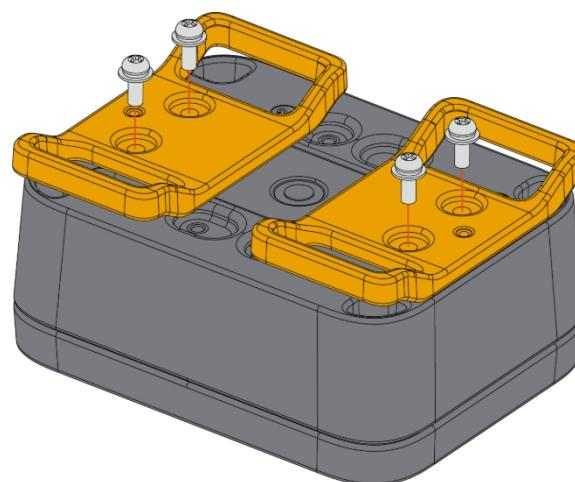

Abbildung 31: Befestigung der Gürtelschlaufenhalterung am Gehäuse
2. Befestigen Sie die mit dem Buchstaben **H** gekennzeichnete Gürtelschlaufenhalterung mit vier (4) M3*8-mm-Kopfschrauben mit Unterlegscheibe am WisBlock Unify-Gehäuse. Platzieren Sie sie an den festen Positionen **1 bis 4** des Gehäuses, wie in **Abbildung 31** dargestellt.